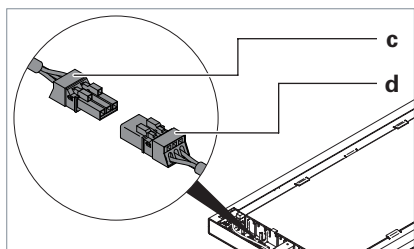

Fig. 14: Collegamento della testa dell'apparecchio d'illuminazione, parte 2.
- ▶ Collegare la presa **c** alla spina **d** della testa dell'apparecchio d'illuminazione, vedi Fig. 14.